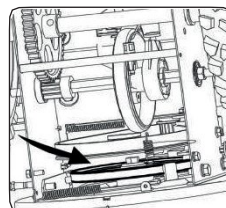

Рисунок 30
4. Снимите ремень привода со шкива, а также вытяните его из пространства между фрикционным колесом и диском. См. Рисунок 30.